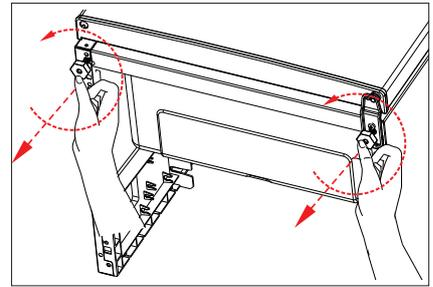

Fig. 1
- ▶ Tournez les deux pieds de l'appareil (7) dans le sens inverse des aiguilles d'une montre (fig. 1).
- ▶ Gardez la porte du congélateur (4) fermée.